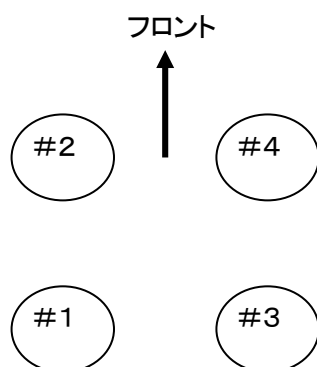
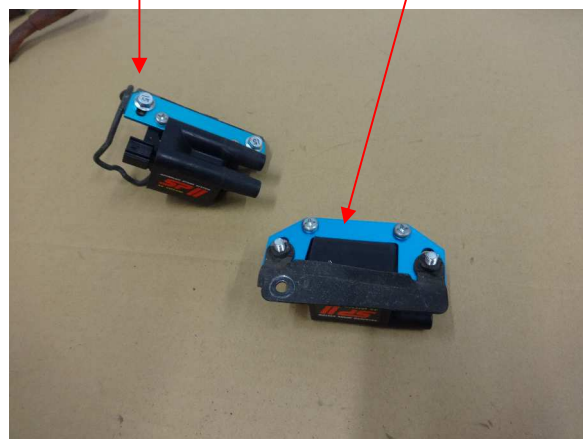
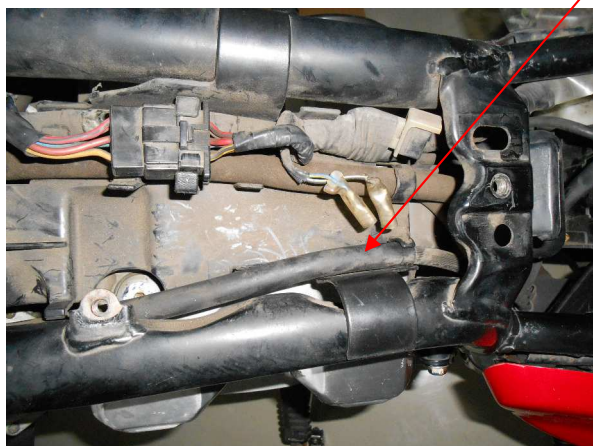

図1、シリンダNo.
図3、ノーマルブラケットの取付け
図4、図5、クラッチホースの取回し変更
- ②ガソリンタンクを外して下さい。エアクリーナーハウジングカバーを外して下さい。ノーマルイグニッションコイルを外して下さい。クラッチホースをカバーの端をくぐらせて取回しを変更して下さい。(図4、図5)
- ③9ページ「プラグコードコネクタ装着方法」に従ってプラグコードを SP II コイルに装着して下さい。プラグコード / キャップはリーク防止のため、新品又は良品を使用して下さい。
- ④SP II イグニッションコイルにノーマルコイルブラケットを取り付けて(図3)フレームなどに当たらないように位置を調整して車両に取り付けて下さい(付属の6 * 15mmボルトを使用)(図6、図7)。リヤ側コイルは前後逆になります。
- ⑤付属の1次コネクタで配線の色に注意して接続して下さい。メインワイヤハーネスの黒 / 白(電源)を SP II コイルの赤と接続して下さい。ワイヤハーネスの青 / 黄(#1、3コイル用)を後側SP II コイルの黄と接続して下さい。ワイヤハーネスの黄 / 青(#2、4コイル用)を前側 SP II コイルの黄と接続して下さい。
- ⑥それぞれのプラグキャップを各シリンダプラグへ装着して下さい。左後側が#1シリンダです(図1)。